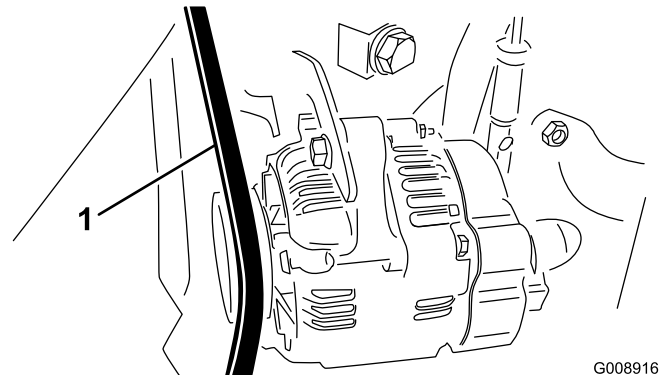

Figura 66
2. Compruebe la tensión flexionando la correa del alternador/ventilador en el punto intermedio entre las poleas del alternador y del cigüeñal con una fuerza de 30 Nm (Figura 66).